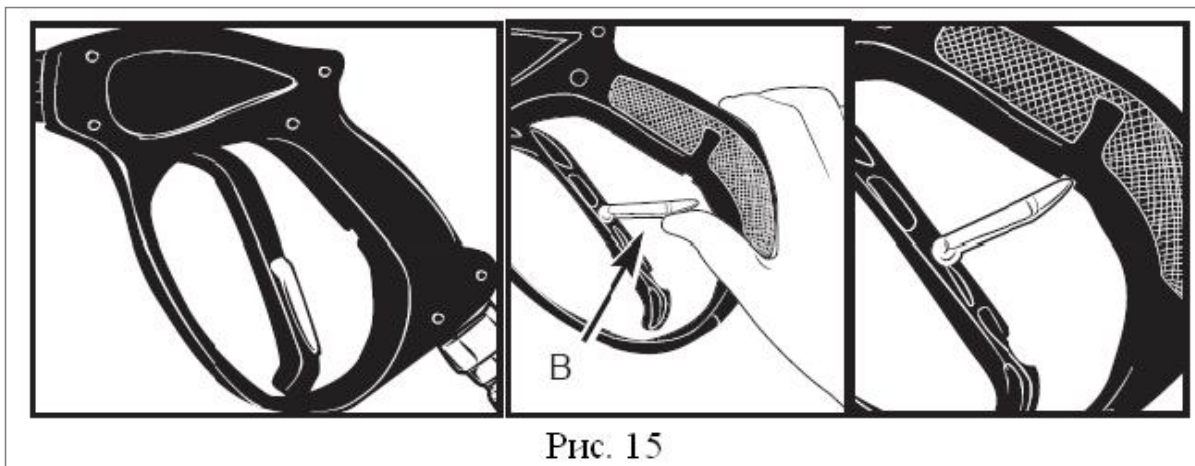

Рис. 15
1. Заблокировать пусковое устройство на пистолете-распылителе (см. рис. 15)